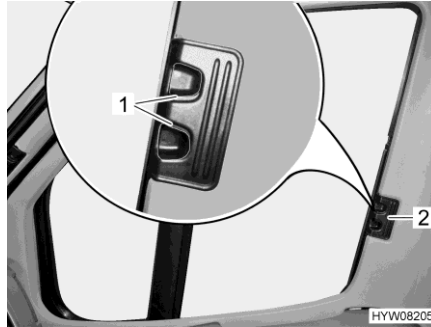

Fig. 102 Estor plegable (ventana del conductor/acompañante)
- Presionar los tiradores de desbloqueo (Fig. 102,1) y mantenerlos presionados.
- Cerrar los estores plegables para la ventana del conductor y la ventana del acompañante tirando en el tirador (Fig. 102,2) hacia el otro lado de la ventana y uniéndolos en las tiras magnéticas.
- Introducir los estores plegables para la ventana del conductor y la ventana del acompañante hasta el tope desplazando el tirador (Fig. 102,2).
- Soltar los tiradores de desbloqueo (Fig. 102,1) y dejar que engatillen.